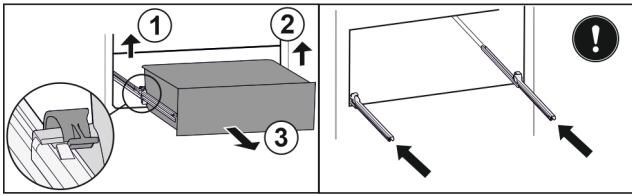

Fig. 199
- ▶ Linke Klemme anheben und gleichzeitig Schubfach links nach vorne ziehen. Fig. 199 (1)
- ▶ Rechte Klemme anheben und gleichzeitig Schubfach rechts nach vorne ziehen. Fig. 199 (2)
- ▶ Schubfach nach vorne entnehmen. Fig. 199 (3)